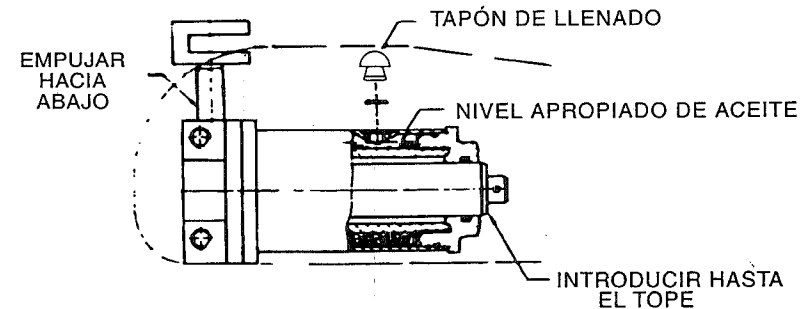

FIG. 4
- Compruebe el émbolo y el pistón de bombeo (Fig. 4 y 5) cada pocos meses para evitar cualquier signo de humedad o corrosión. Limpielo tanto como se necesite usando un trapo con aceite.